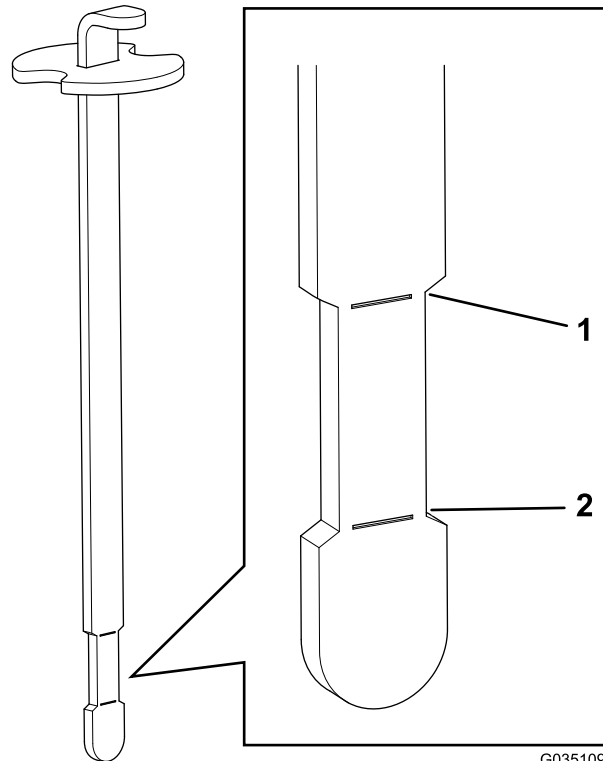

図 44
6. もう一度首に差し込んで引き抜き、オイルの量を点検する 図 44。